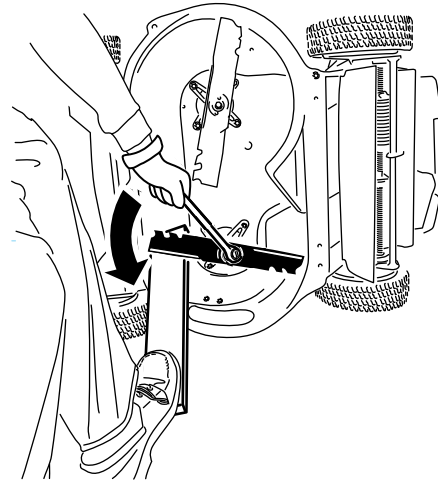

Figura 34
1. Utilice un bloque de madera para inmovilizar cada cuchilla y gire el perno de la cuchilla en el sentido contrario a las agujas del reloj, como se muestra en la Figura 34.